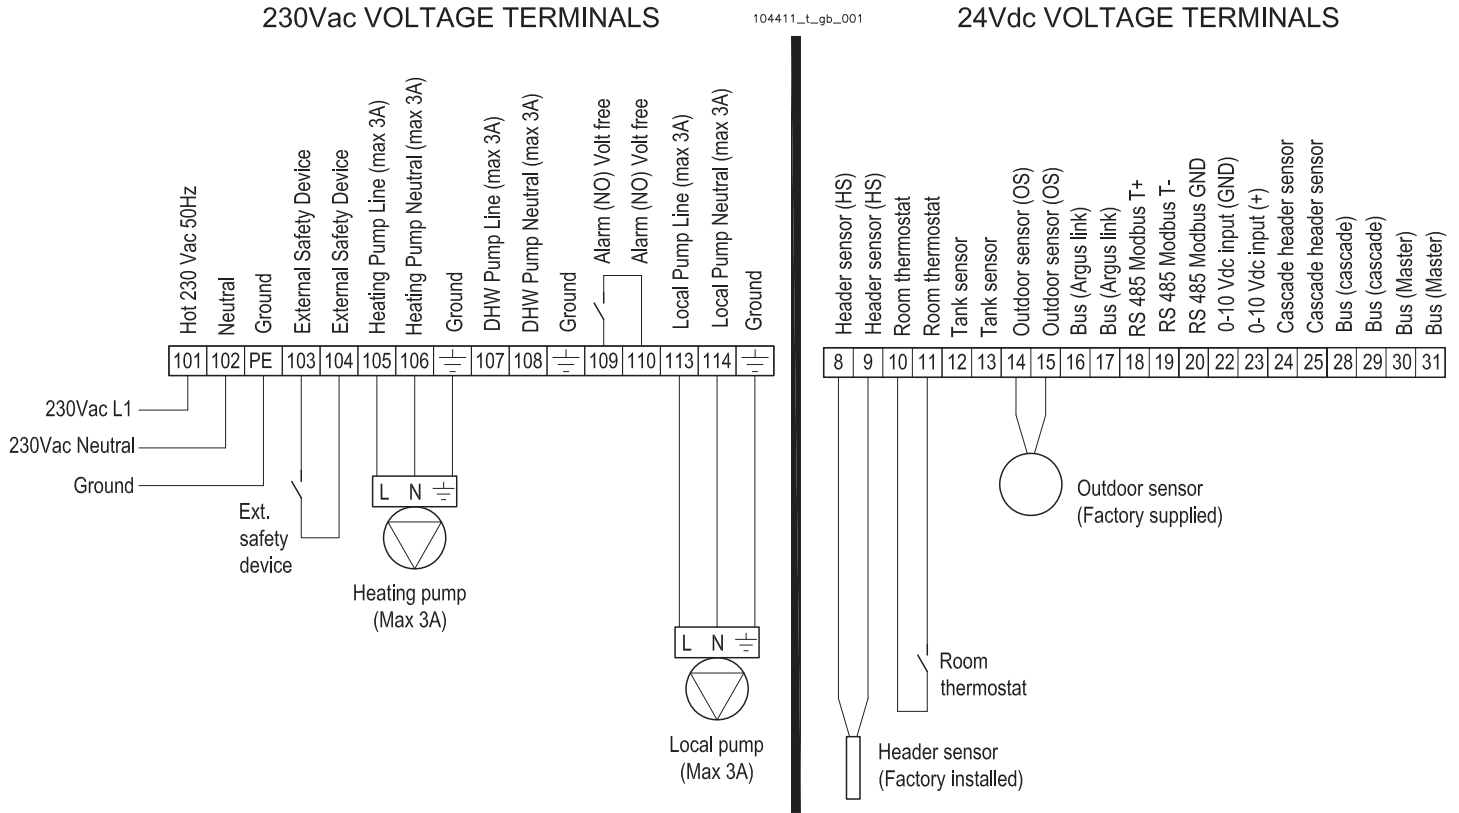

Figure 13-4 - Raccordements électrique chaudière (Exemple d'installation mentionnée sur la figure 10-1)
Pour le branchement du câble d'alimentation électrique, procéder comme ci-après (faire référence aux figures 13-4 et 13-5) :
- 6.- raccorder les 2 extrémités du câbles aux bornes "10" et "11" (voir les figures 13-4 et 13-5).
- 2.- raccorder le câble bipolaire aux bornes "14" et "15" visé sur les figures 13-4 et 13-5 ;
Pour le raccordement électrique, procéder de la manière indiquée ci-après (faire référence aux figures 13-4 et 13-5):
- 6.- raccorder électriquement la pompe du ballon aux bornes 107 et 108 de la chaudière (voir les figures 13-4 et 13-5).
Légende des schémas électriques figures 13-4, 13-5 et 13-6